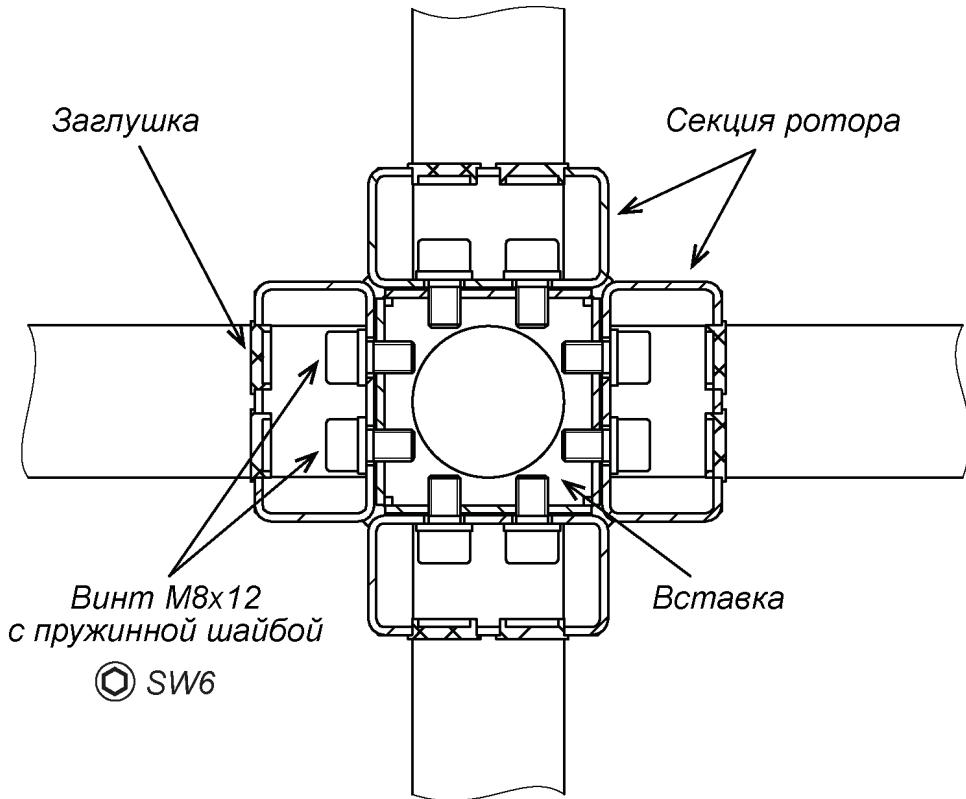

Рисунок 18. Схема соединения секций ротора (1)
- Последовательно закрепите на элементах крепления установленной секции ротора три оставшиеся секции, используя болты M8×14 (ключ SW6) с пружинными шайбами (см. рис. 18). Для монтажа данных болтов рекомендуется использовать инструмент с возможностью фиксации в нем закручиваемого болта, к примеру, для ротора из стали – инструмент с магнитным наконечником (для ротора из нержавеющей стали применены болты также из нержавеющей стали, поэтому для этой цели нужно использовать липкую ленту, намотанную на наконечник, или подходящий пластичный материал).